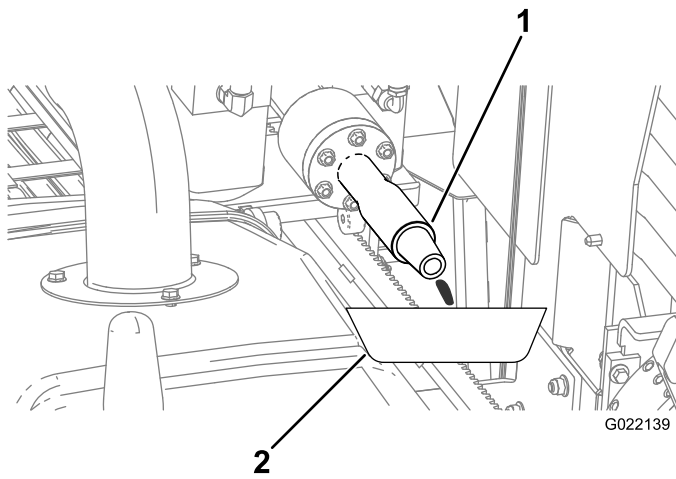

Bild 151
- B. Stellen Sie für entweichendes Frostschutzmittel eine Auffangwanne unter die Bohrspindel (Bild 151).
- D. Wenn das Frostschutzmittel aus der Bohrspindel (Bild 151) austritt, schalten Sie die Pumpe ab.